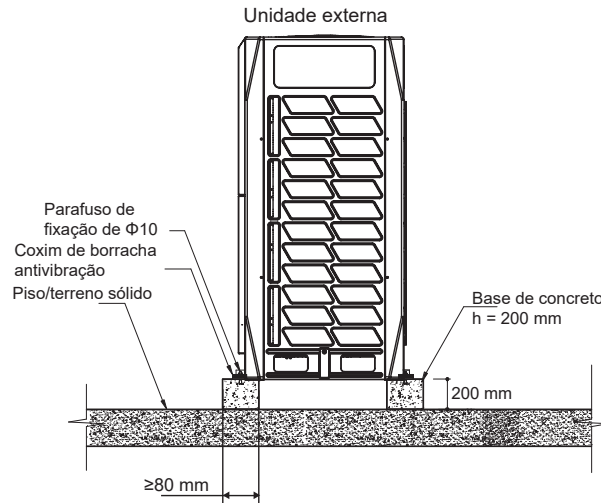

Figura 11
- Um design de base de concreto típico é mostrado na Figura 11. Uma especificação de concreto típica tem 1 parte de cimento, 2 partes de areia e 4 partes de brita com barra de reforço de aço de $\Phi 10$ mm. As bordas da base devem ser chanfradas.